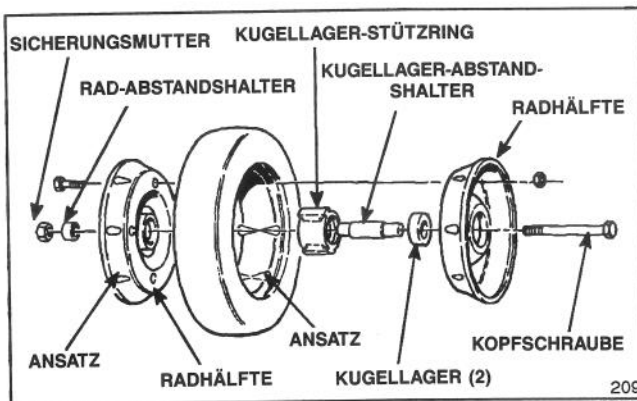

Abbildung 20
1. Motor abstellen und Kopfschraube, Radabstandshalter und Sicherungsmutter, die Rad mit Achszapfen verbinden, entfernen (Abb. 20).
2. Radhälften vom Reifen trennen, indem (4) Flanschkopfschrauben und Sicherungsmuttern entfernt werden (Abb. 20).
1. Reifen auf je (1) einen Radhälftenansatz positionieren (Abb. 20).
4. Die zwei Radhälften mit (2) 51 mm langen Gewindeschrauben oder -bolzen und Muttern lose verbinden. Die Schrauben oder Bolzen in einander gegenüberliegende Öffnungen stecken.
6. Die (2) Flanschkopfschrauben und Sicherungsmuttern, die vorher entfernt wurden in die verbleibenden Öffnungen in den Radhälften einführen und anziehen. Die (2) langen Schrauben oder Bolzen entfernen und durch (2) Flanschkopfschrauben und Sicherungsmuttern ersetzen.